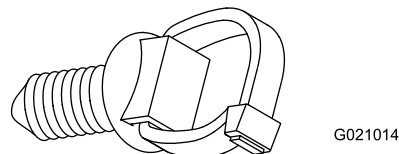
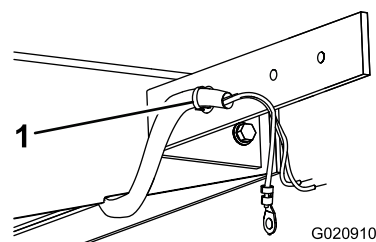

Figura 2
Figura 3
1. Introduzca el taco con brida preinstalado (Figura 2) en la sección más corta (con cable amarillo) del arnés de cables en el taladro más próximo a la máquina, en el soporte de la luz izquierda (Figura 3).
2. Introduzca el taco con brida preinstalado en la sección más larga (con cable verde) del arnés de cables en el taladro más próximo a la máquina, en el soporte de la luz derecha (Figura 3).